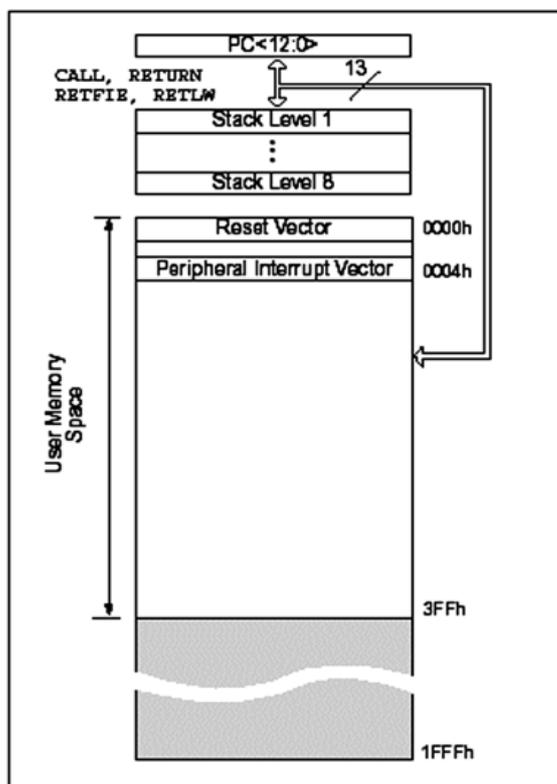

рис.7
**Адресное пространство.** На рис.7 показаны адресное пространство памяти программ и стек со счетчиком программ. Для пользователя выделено 1024 байт (в одном байте 8 бит) памяти, что соответствует адресам от 0000h до 03FFh. По адресу 0004h находится вектор прерывания (стандартный неизменяемый адрес прерывания от внешнего источника прерывания). 13-разрядный программный счетчик, синхронизируемый от внутреннего генератора, перебирает адреса программы от начала до конца, при этом МК выполняет действия согласно коду в каждой ячейке памяти программы.